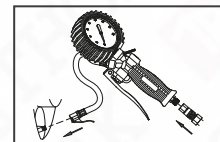

рис. 1
5.3 Соединить пистолет со шлангом воздушной магистрали и закрепить соединительный клапан на ниппеле шины при помощи рычажка запорного механизма (рис.1);